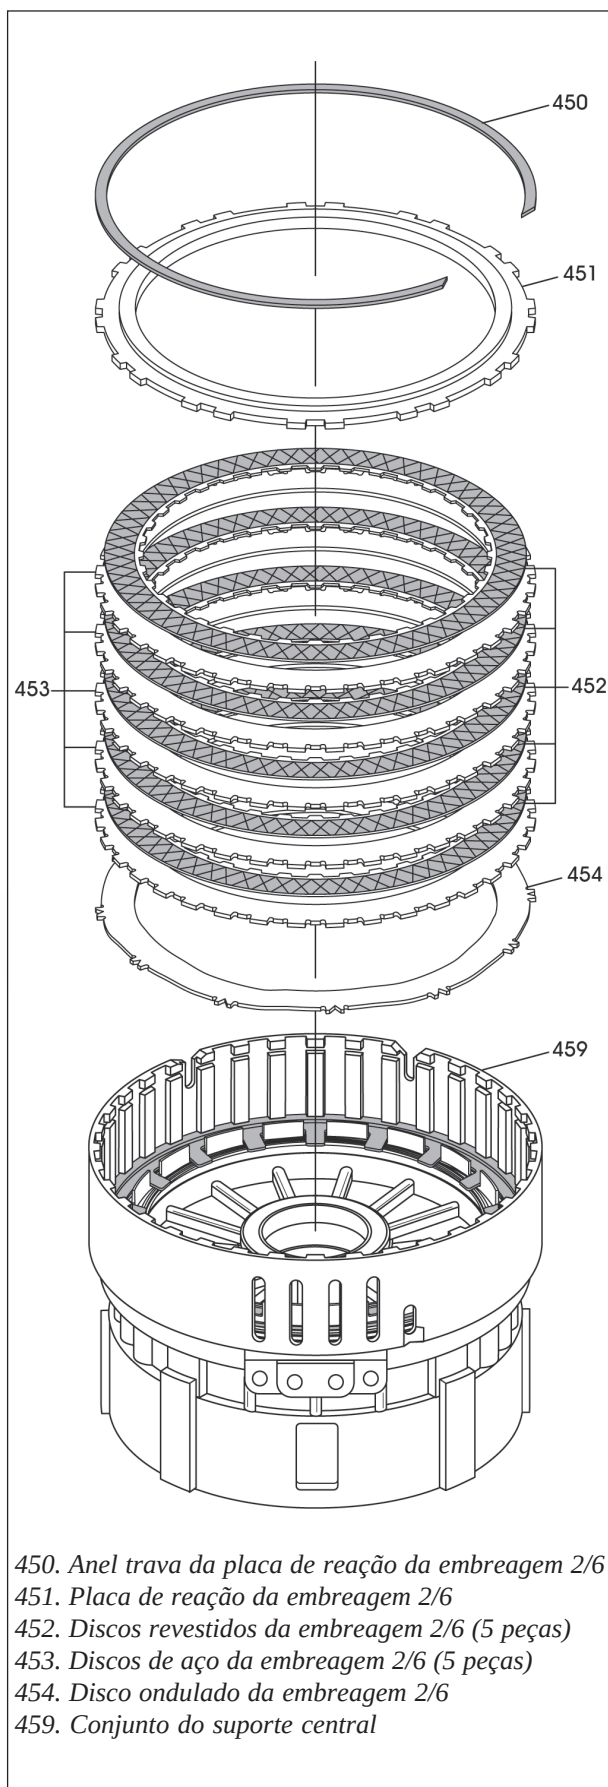

Figura 109
9. Instale o disco ondulado da embreagem 2/6 no suporte central, conforme mostra a figura 109.
10. Instale os discos da embreagem 2/6 começando com um disco de aço e alternando com um disco revestido até instalar cinco de cada, conforme mostra a figura 109.
11. Instale a placa de reação da embreagem 2/6, conforme mostra a figura 109.